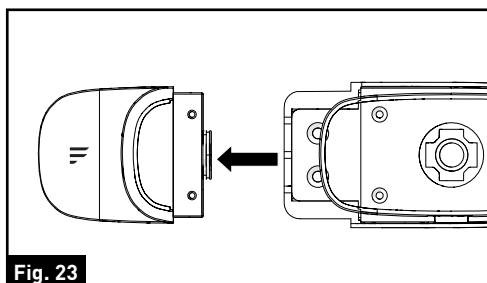

Fig. 23
4. Tire para quitar la parte decorativa del semáforo y guárdela en un lugar seguro en caso de uso futuro. (Fig. 23)